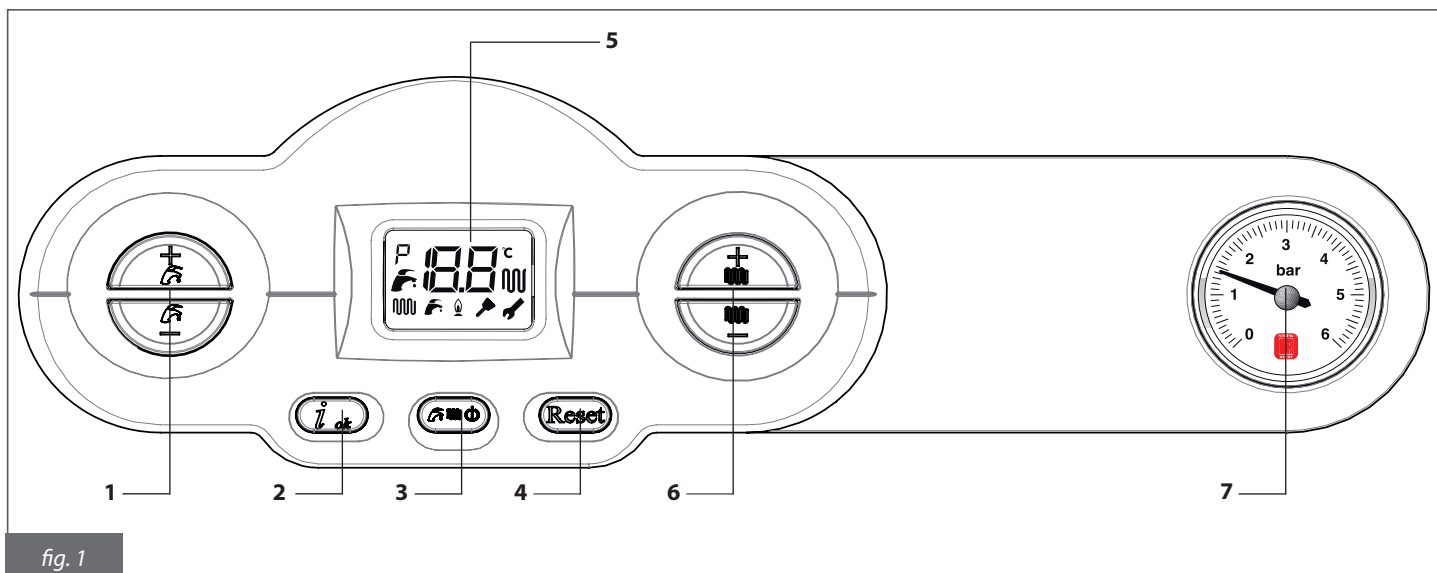

fig. 1
Lampeggia quando si regola la temperatura dell'acqua calda sanitaria con i tasti **1** (fig. 1).
Lampeggia quando si regola la temperatura dell'acqua di riscaldamento con i tasti **6** (fig. 1).
- scegliere lo stato di funzionamento della caldaia per mezzo del tasto **3** (fig. 1);
- impostare il valore di temperatura desiderato per l'impianto di riscaldamento per mezzo dei tasti **6** (fig. 1);
- impostare il valore di temperatura desiderato per l'acqua sanitaria per mezzo dei tasti **1** (fig. 1);